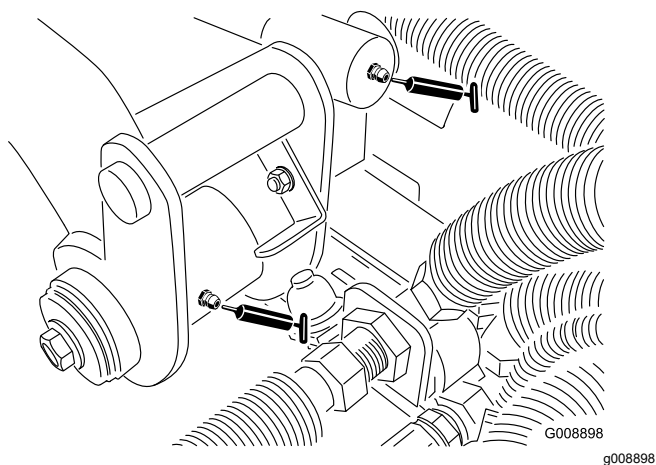

Figura 35
- Perno del braccio di sollevamento posteriore e cilindro di sollevamento (2) (Figura 35)